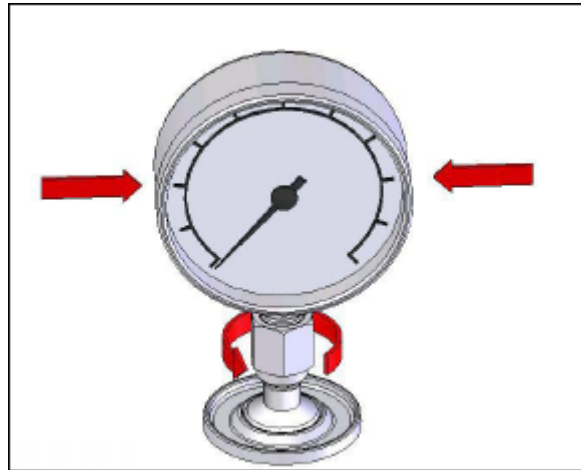

Figura 12. Apertar o manométrico
- Mantenha o instrumento em posição fixa enquanto gira o adaptador do manométrico no SENTIDO ANTI-HORÁRIO até ele ser empurrado para baixo no O-ring, veja a Figura 12.